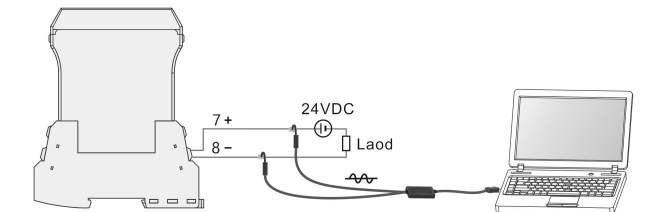

图 4 安全环境 HART 设置连接示意图
- DS-MT11H 温度变送器符合 HART 通讯协议，可以通过 HART 对该温度变送器进行远程参数设置。使用 HART/USB 通讯转换适配器通过 USB 接口连接计算机。HART/USB 通讯转换适配器的勾型探头叠加在该温度变送器的输出和电源环路上(7, 8 接线端子或引出线)，见图 4。HART 通信时，HART 信号与环路输出负载最小为 10Ω，或者电流检测表内阻，或 PLC 卡件取样电阻，以及最大负载均可。